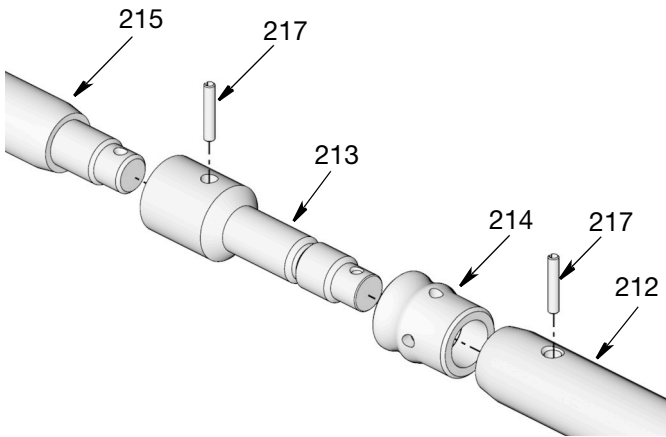

図 33
21. パンチやハンマーを使って、ロッドセクションをまとめているピン (217) を軽く叩いて取り出します (図 33)。手でショベルロッド (215) とスペーサーロッド (212) をピストン (213) から取り外します。